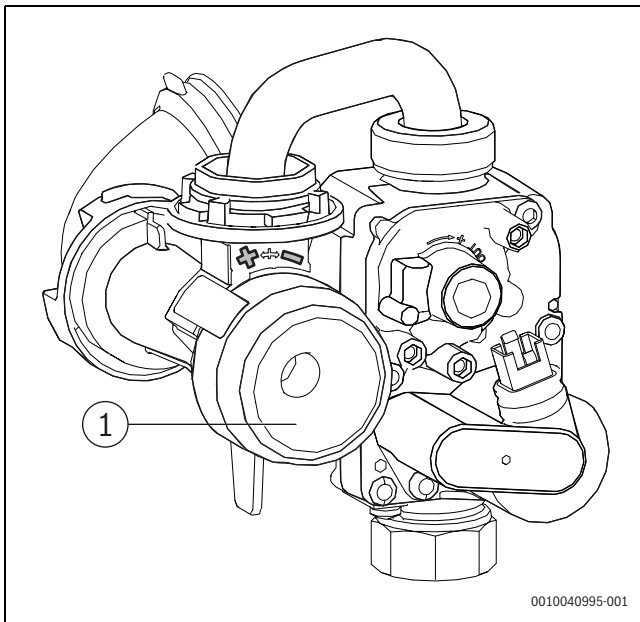

Bild 36 Gas-Luft-Verhältnis einstellen
- ▶ CO₂- oder O₂-Gehalt für die maximale Nennwärmeleistung gemäß Tabelle prüfen und ggf. anpassen (→ Seite 37, Bild 36).